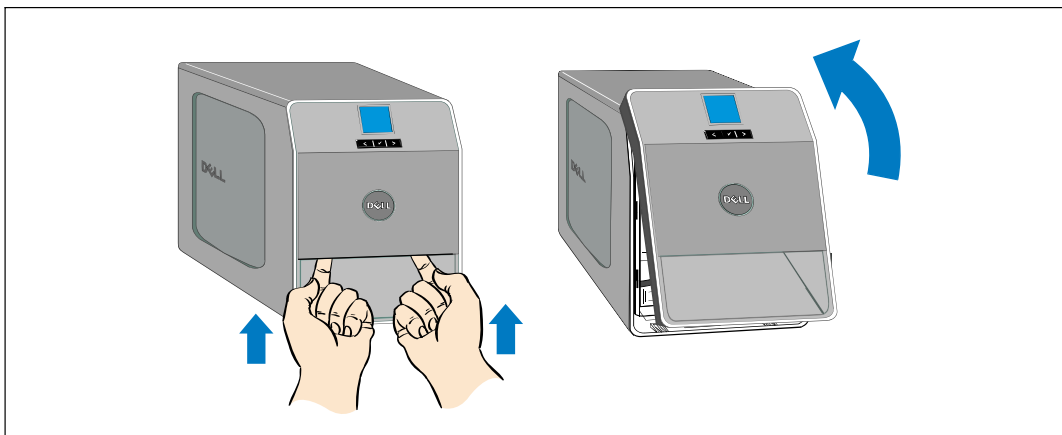

図 10. UPSのフロントカバーの取り外し方法
- 2 UPSのフロントカバーを取り外します（図 10を参照）。